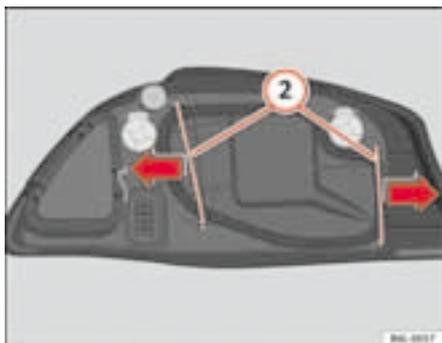

Fig. 147 Lámpara luz de carretera
- Desplace los tirantes **2** ⇒ fig. 147 hacia afuera, en el sentido de las flechas y retire la tapa.
- Coloque la tapa de plástico y coloque los tirantes **2** ⇒ fig. 147.